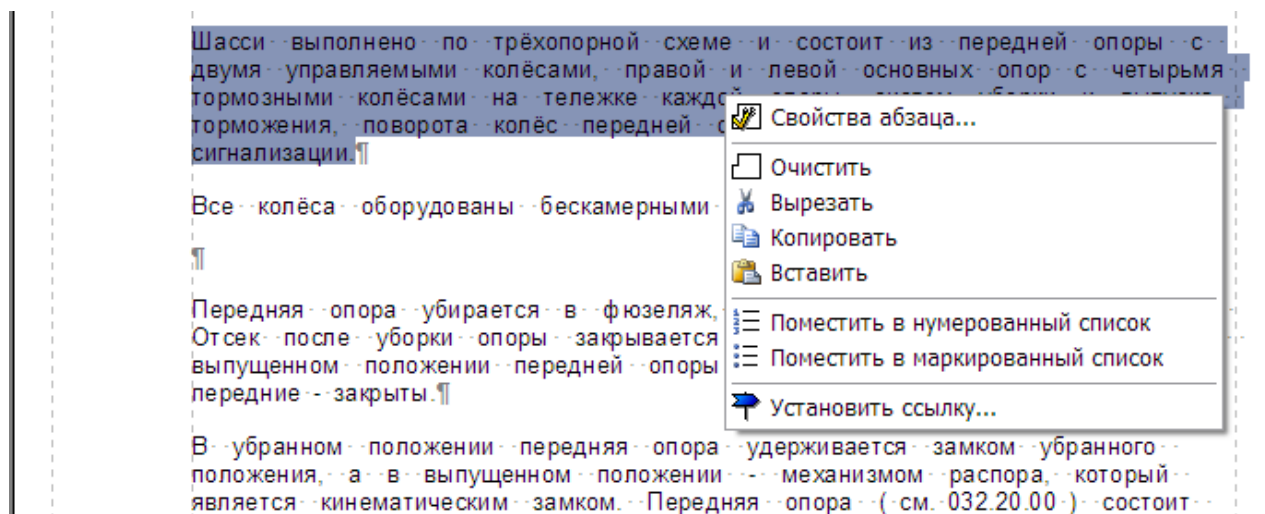

Рис. 5.50
1. Выделите абзац (Рис. 5.50).
3. Выберите из контекстного меню пункт **Свойства абзаца** (Рис. 5.50).
Вернемся к контекстному меню абзаца. Оно содержит и другие команды, позволяющие оперировать абзацами (Рис. 5.50):